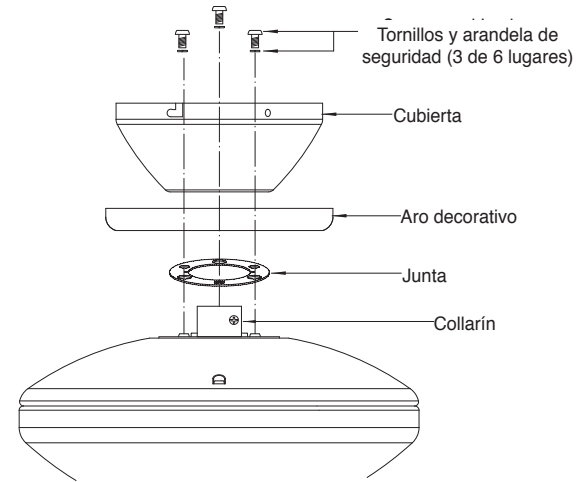

Fig. 8
**Paso 3.** Retira tres de los seis tornillos y arandelas de seguridad (alternados) del collarín en la parte superior del motor (Fig. 8).
**Paso 4.** Coloca la cubierta de techo con el aro decorativo y la junta sobre el collarín en la parte superior del motor. Alinea los orificios de montaje con los orificios del motor y asegura con los tornillos y arandelas de seguridad suministrados. (Fig. 8)